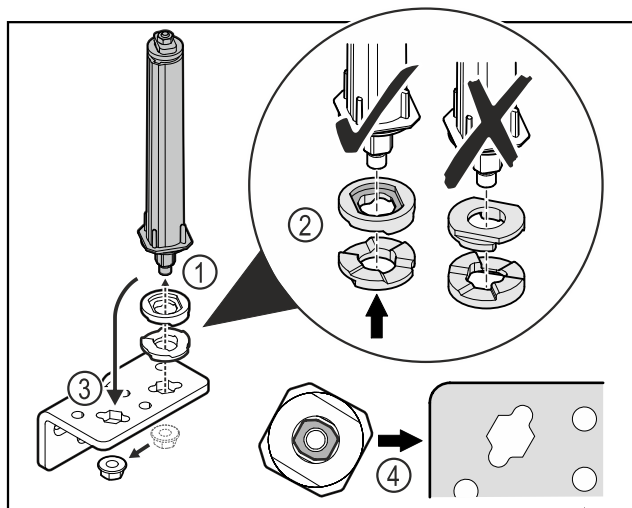

Fig. 36
- ▶ Odvijte matice in odstranite sistem za zaklepanje vrat Fig. 36 (1).
- ▶ Pazite na pravilno razporeditev podložk za nastavljanje višine Fig. 36 (2).
- ▶ Sistem za zaklepanje vrat prestavite v kotniku tečaja in ga fiksirajte z matico Fig. 36 (3).
- ▶ Pri vstavljanju pazite na pravilno naravnost sistema za zaklepanje vrat Fig. 36 (4).